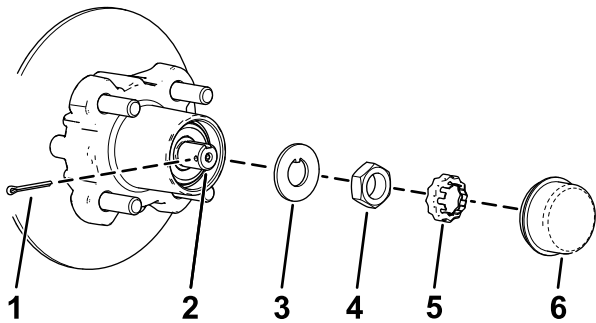
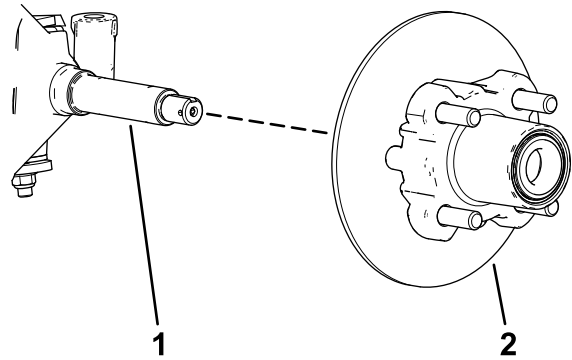

Bild 37
Bild 38
4. Nehmen Sie den Staubdeckel von der Radnabe ab (Bild 37).
5. Nehmen Sie den Splint und die Mutterbefestigung von der Spindel und der Spindelmutter ab (Bild 37).
6. Nehmen Sie die Spindelmutter von der Spindel ab und trennen die Radnabe und den Drehzylinder von der Spindel ab (Bild 37 und Bild 38).